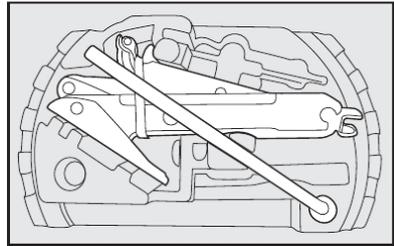

fig. 10
13) colocar o macaco e as ferramentas utilizadas no suporte das ferramentas no local apropriado, de modo a evitar vibrações, ou que se solte durante a marcha fig. 10.